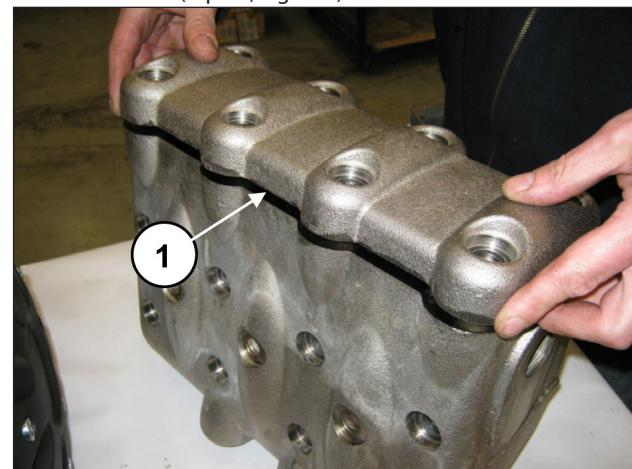
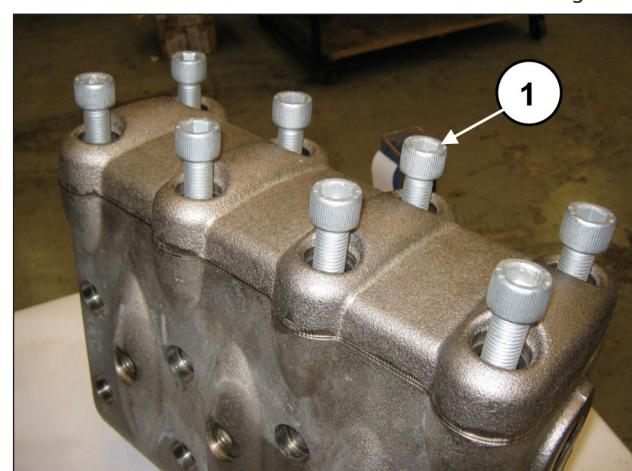

Fig. 128
Fig. 129
Après avoir monté les groupes soupape et le capuchon de soupape, poser le couvre-soupapes (rep. ①, Fig. 128) et visser les 8 vis M16x55 (rep. ①, Fig. 129).